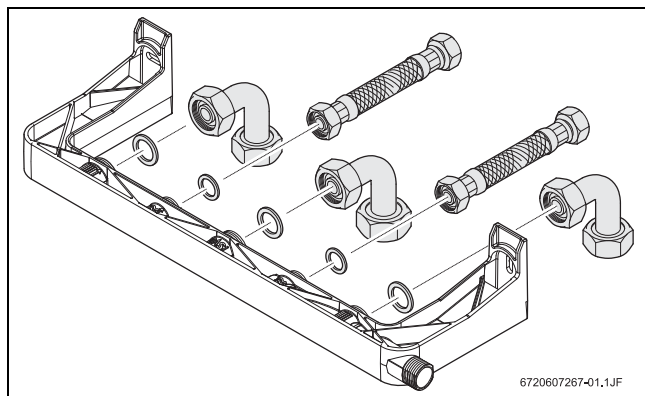

Рис. 17 Настенные подключения
- Подключить соединения к шаблону по рис. 17.